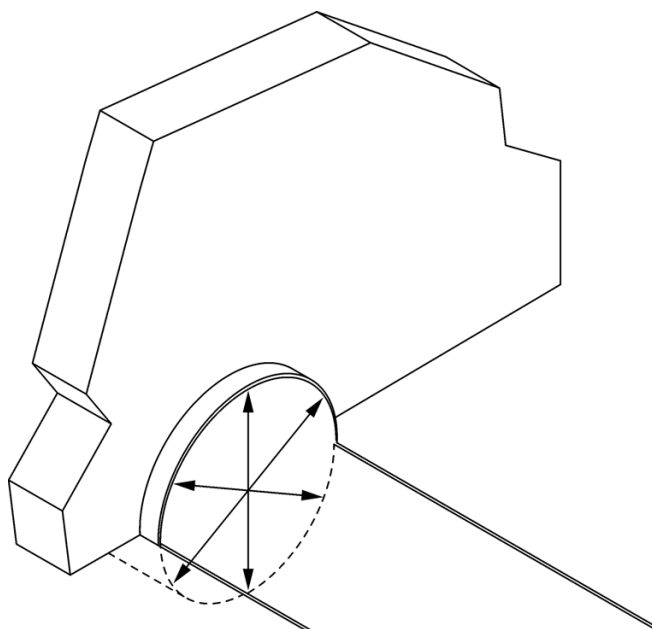

Figura 17 Misurazione del diametro della tubatura
1. Misurare il diametro interno della tubatura (D.I.) in tre punti (Figura 17). Verificare che le misurazioni siano accurate.